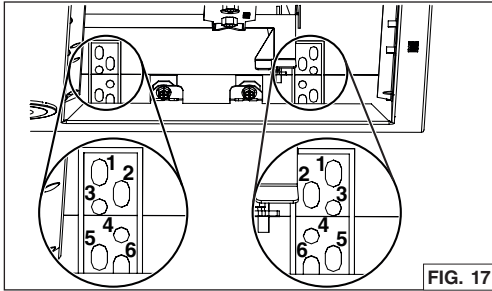

FIG. 17
3. Lever la hotte jusqu'à ce que son rebord s'appuie sur la base de l'armoire. Fixer la hotte à l'armoire à l'aide de 4 vis à bois n° 8 x 5/8 po incluses dans le sac de pièces (2 vis par côté). Utiliser les trous supérieurs ou inférieurs (**1, 2, 3, 4, 5** ou **6**) (FIG. 17).